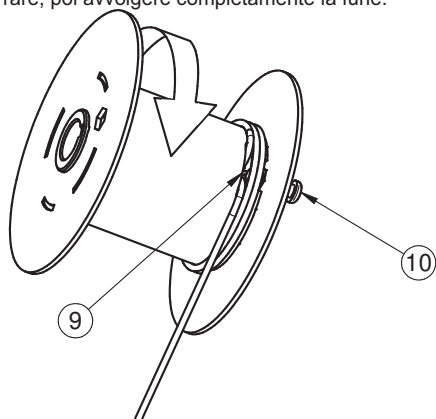

Fig. 4.5
5) Avvolgere due spire complete mantenendo la fune a contatto del tamburo poi creare un'ansa e inserirla nell'asola sul tamburo (Rif.9 Fig.4.5), avvitare completamente la vite Rif.10 Fig.4.5 in modo da